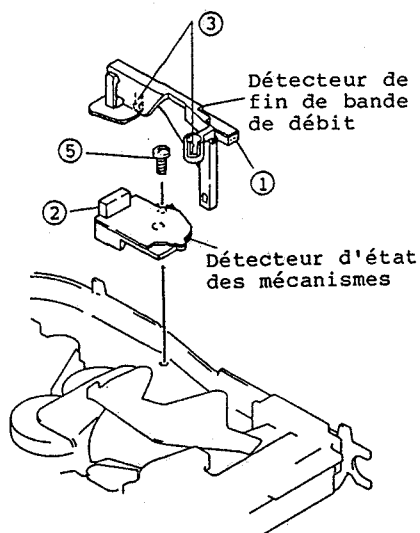

Fig. 2-60
1. Débrancher le connecteur CN001 du détecteur de fin de bande en débit. (Se reporter à la figure 2-60)
3. Libérer les deux (2) segments de fixation du détecteur de fin de bande en débit.
5. Retirer une (1) vis de fixation immobilisant le détecteur d'état des mécanismes.